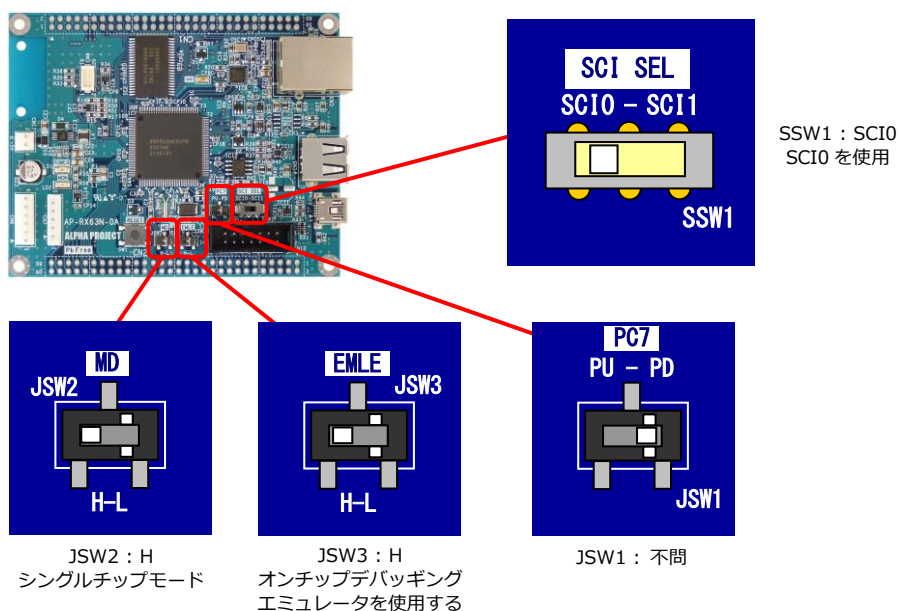

Fig 3.1-1 オンチップデバッグエミュレータを使用する場合の設定
- ① 「Fig 3.1-1 オンチップデバッグエミュレータを使用する場合の設定」の①を参考に AP-RX63N-0A の設定を行い、PC と AP-RX63N-0A を E1 エミュレータ、もしくは、E2 エミュレータ Lite を介して接続します。
- ② CS+を起動し、プロジェクトファイルを読み込みます。
- ③ メニュー「デバッグ(D)」→「使用するデバッグ・ツール(L)」→「RX E1(JTAG)(G)」を選択します。(E1 エミュレータを使用した場合)